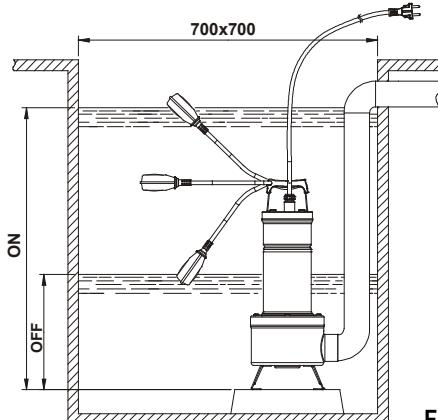

Fig.1
- 4.1 Si el fondo del pozo donde la bomba deberá trabajar estuviera muy sucio, es conveniente instalar un soporte para apoyar la bomba y evitar así que se obstruya (**Fig.1**).
- 4.4 Para la versión provista de interruptor de flotador, comprobar que éste pueda moverse libremente (VÉASE EL PÁRRAFO DE REGULACIÓN DEL INTERRUPTOR DE FLOTADOR). Prever pozos de instalación con dimensiones mínimas como en la **Fig.1**. Se deberá siempre dimensionar el pozo incluso en relación a la cantidad de agua que llega y al caudal de la bomba, con el propósito de no someter el motor a excesivos arranques.